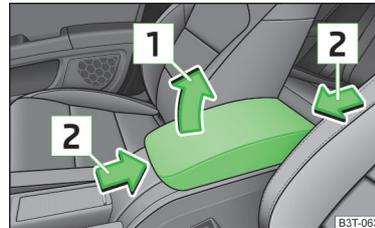

Abb. 74
- Den Deckel zuerst bis nach unten klappen und dann in Pfeilrichtung **1** » Abb. 74 in eine der 4 Raststellungen heben.
- Den Deckel in Pfeilrichtung **2** » Abb. 74 in die gewünschte Position verschieben.